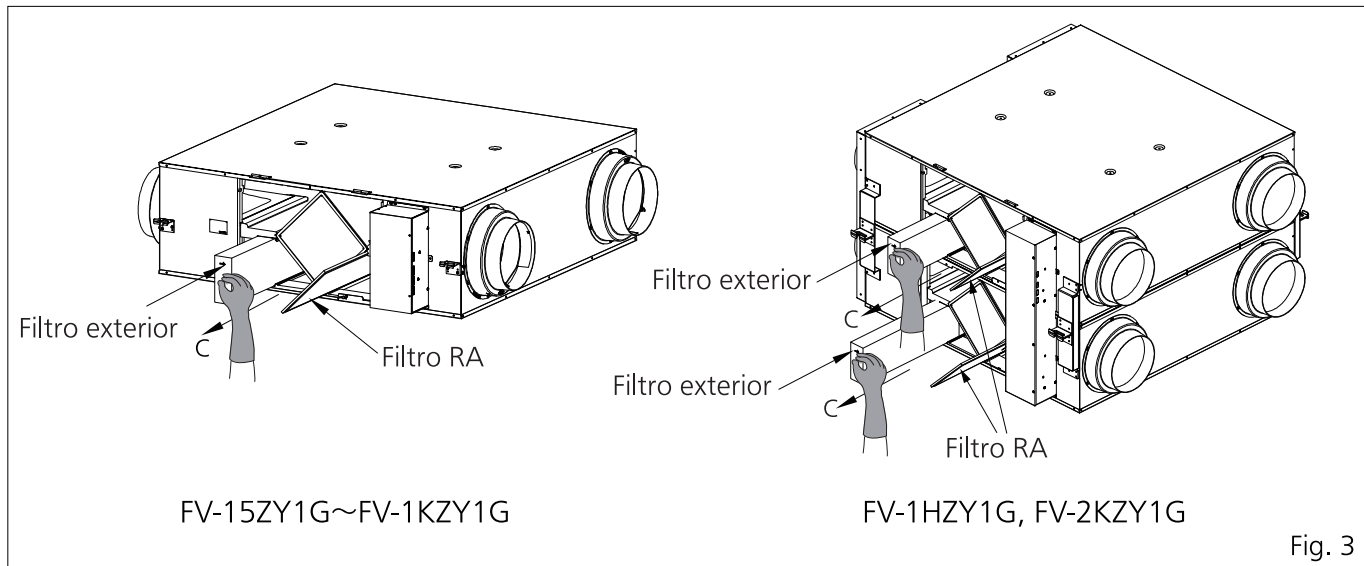

Fig. 3
- ③ Verwijder twee (één set) outdoor filters (Afbeelding 3) in de richting van pijl "C".
- ③ Remova os dois (um conjunto) filtros exteriores (Fig. 3) ao longo da direção indicada pela seta "C". Os filtros RA podem ser limpos ao mesmo tempo, se necessário.